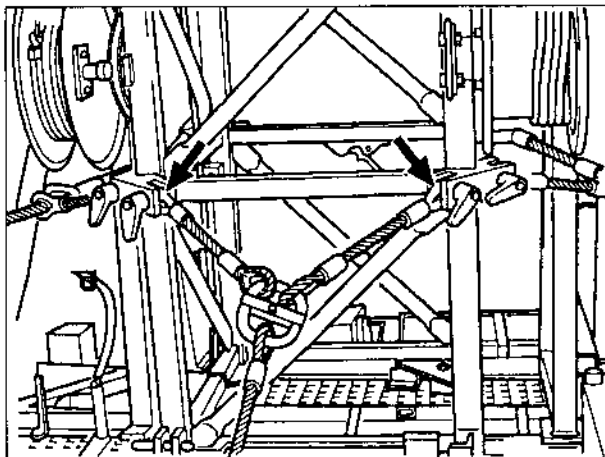

Bild 90
8. Spannseil aus den Halterungen am Mastteil I aushängen (Bild 90/Pfeile) und verstauen. Steckboizen wieder einstecken und sichern.